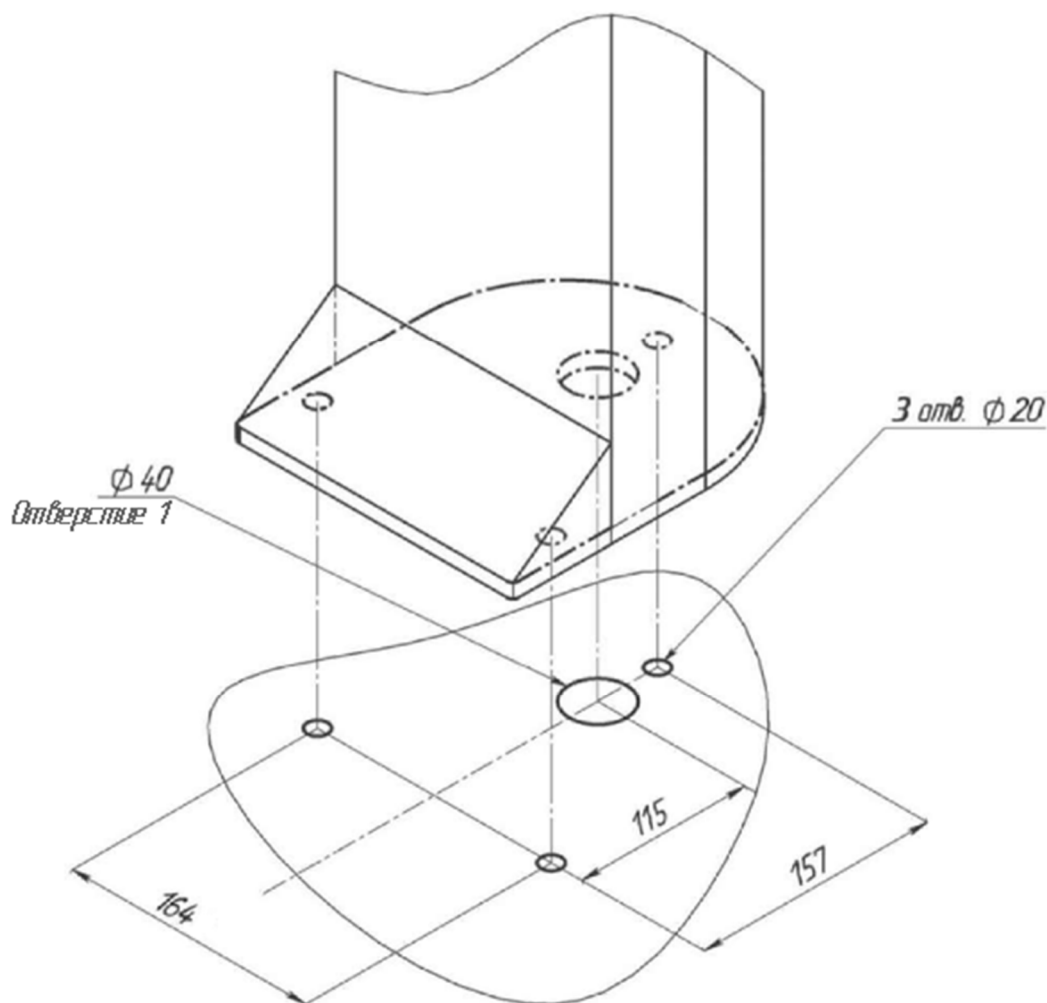
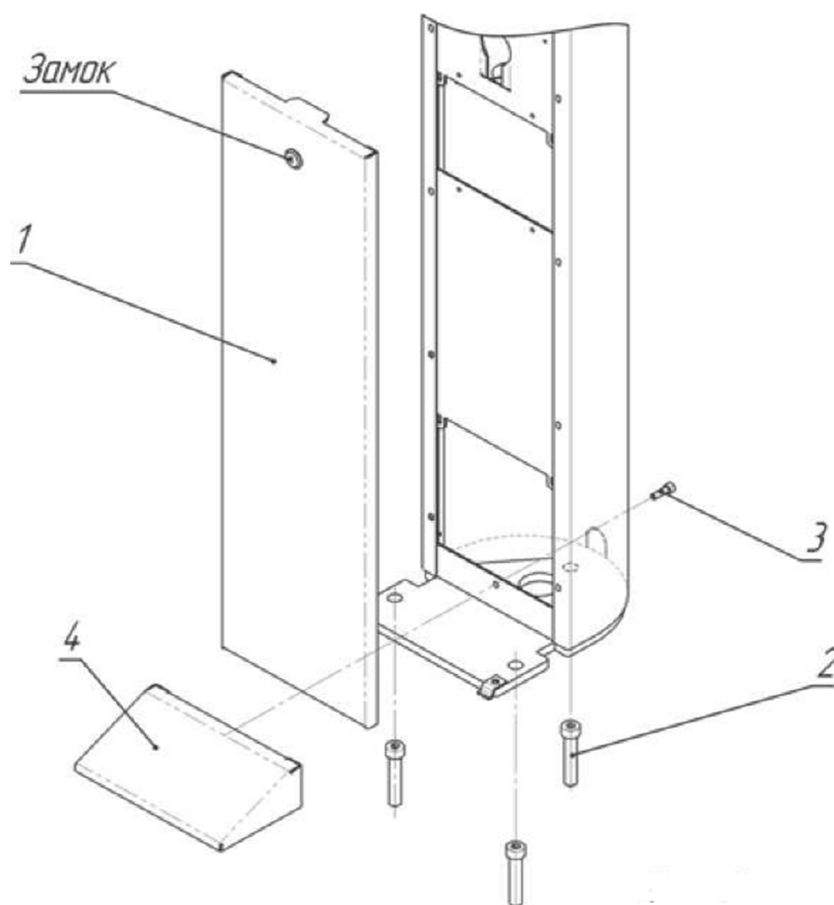
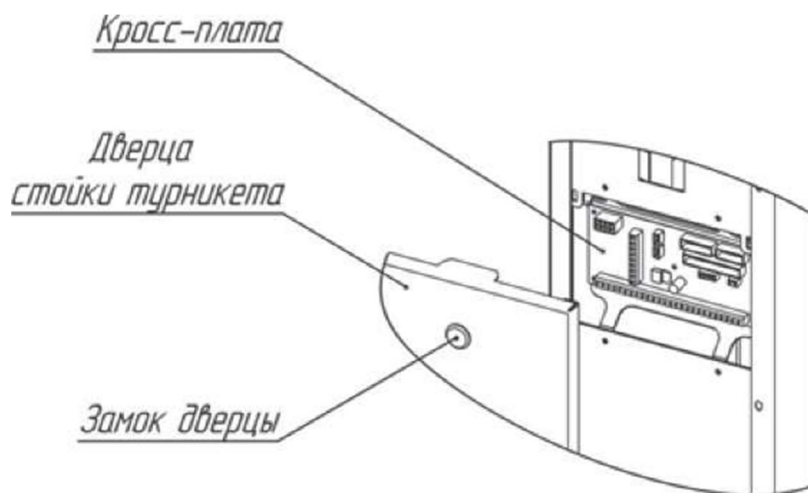
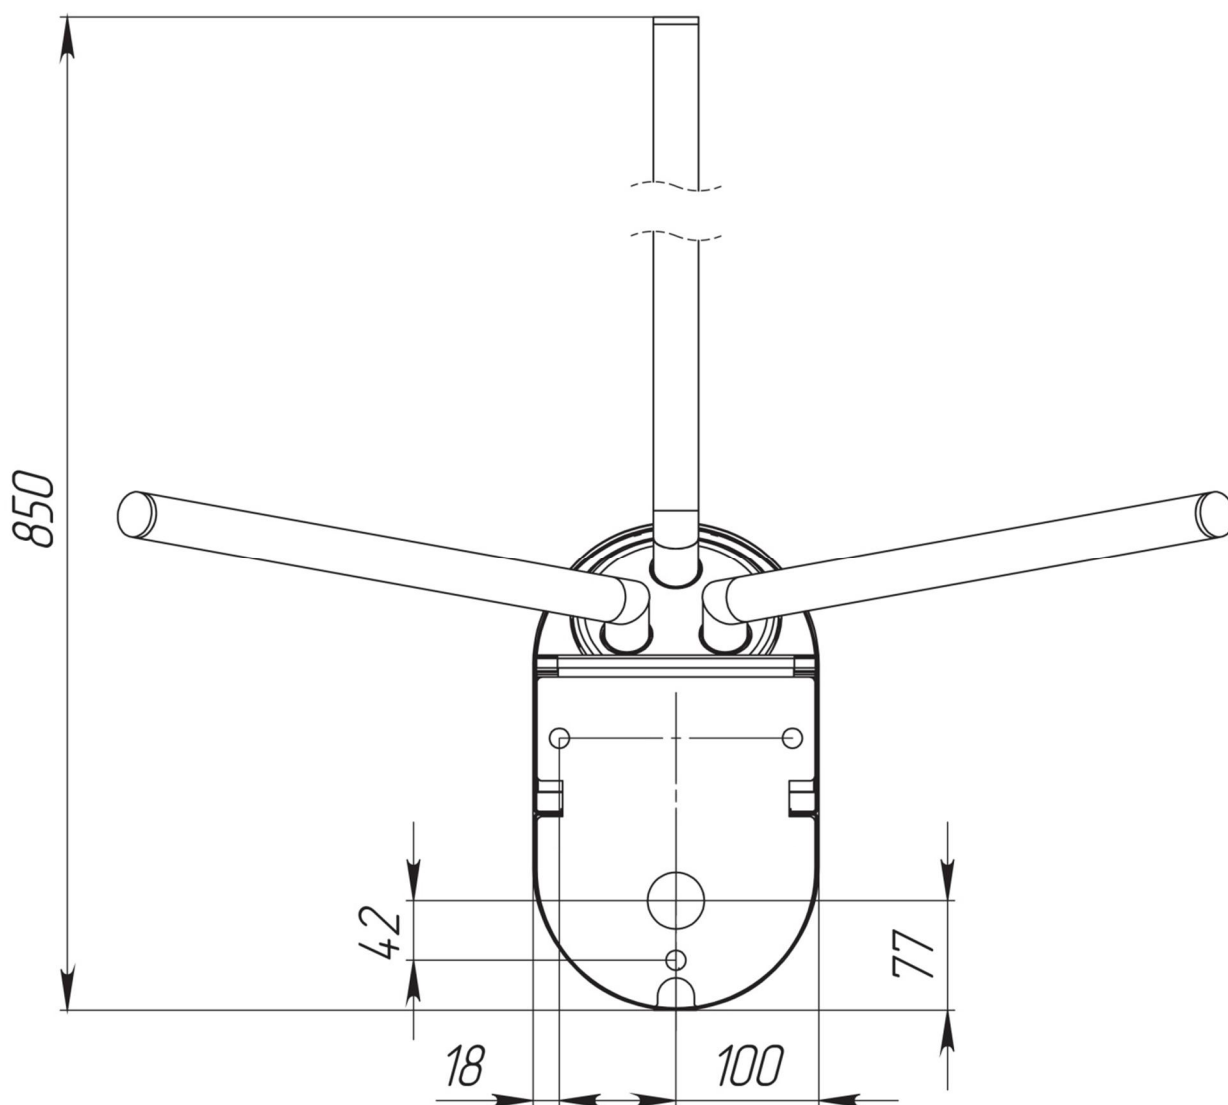

Рис. 4. Установочные размеры
Рис. 5. Схема установки турникета
Рис. 6. Расположение кросс-платы на стойке турникета
Рис. 11. Расположение монтажных отверстий относительно внешних габаритов турникета
4.2.3. По установочным размерам (Рис. 4), подготовьте 3 отверстия диаметром 20 мм в полу под анкера крепления стойки турникета. Расположение монтажных отверстий относительно внешних габаритов турникета представлено в Приложении 3 (Рис. 11). Глубина закладного отверстия должна превышать длину анкера на 5 мм. Вставьте анкера в отверстия.
4.2.4. Подводка кабелей производится через отверстие 1 (Рис. 4) в нижней плите турникета. Необходимо подготовить штробу для прокладки кабелей.
4.2.7. Установите стойку турникета на подготовленную площадку (Рис. 4). Используя ключ, откройте замок и снимите дверцу (1, Рис. 5). Заведите в корпус турникета кабели от ПУ, БП и, при необходимости, кабели СКУД и ОПС. Подводка кабелей производится через отверстие 1 в нижней плите турникета (Рис. 4). Закрепите кабели кабельными стяжками.
4.2.8. Совместите отверстия в стойке турникета с анкерами в полу. Проверьте вертикальность установки в 2-х плоскостях, при необходимости используйте стальные прокладки требуемой толщины для правильной установки турникета. Закрепите стойку турникета тремя винтами М12 (2, Рис. 5), закрутив их в соответствующие анкера, используя ключ для винта с внутренним шестигранником S10. Установите крышку основания (4, Рис. 5) и зафиксируйте ее винтом М6, приложенном в комплекте поставки (3, Рис. 5). Установите дверцу (1, Рис. 5) в исходное положение и закройте ее на замок.
Подключение БП, ПУ и СКУД осуществляется с помощью кросс-платы. Для этого необходимо открыть дверцу стойки турникета (1, Рис. 5), используя ключ. На Рис. 6 показано расположение кросс-платы на стойке турникета.